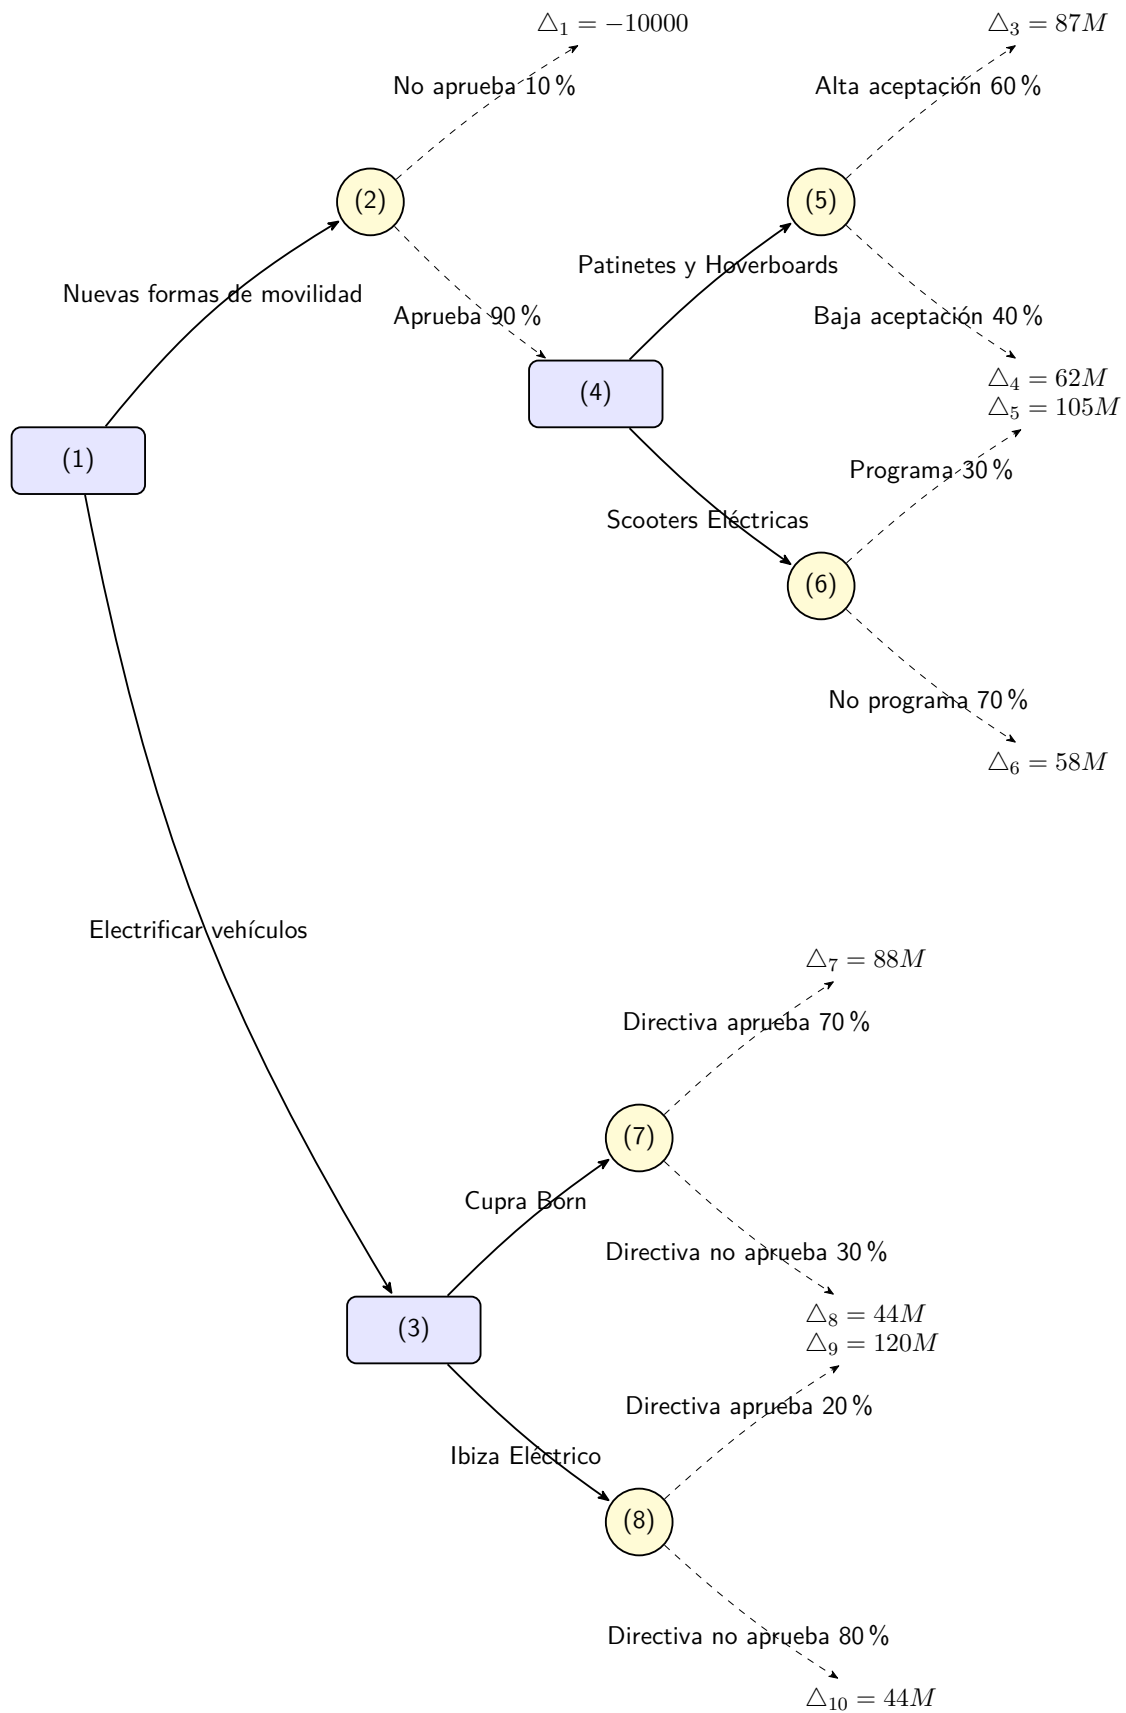

Figura 1.7: Diagrama de Transición del AFD del Ejercicio 7.
*Solución 1.1.7.* El grafo de decisiones corresponde con el de la figura 1.7. Algunas de las cantidades están en millones de euros.